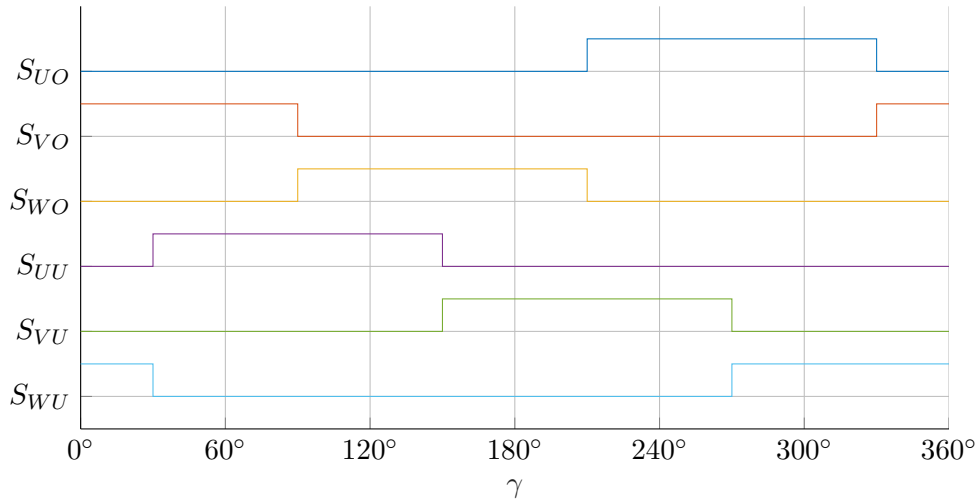

Abbildung 2.4: Ansteuersignale im Linkslauf
c) Für den Linkslauf des BLDCs sollen jetzt die Ansteuersignale geändert werden. Damit der Motor in den Linkslauf wechselt, müssen jeweils die Steuersignale zweier Transistoren eines Strangs miteinander getauscht werden:  $S_{VO} + S_{UU}$ ,  $S_{VO} + S_{VU}$  und  $S_{WO} + S_{WU}$ . Dieser Tausch ist in Abbildung 2.4 nachzuvollziehen.